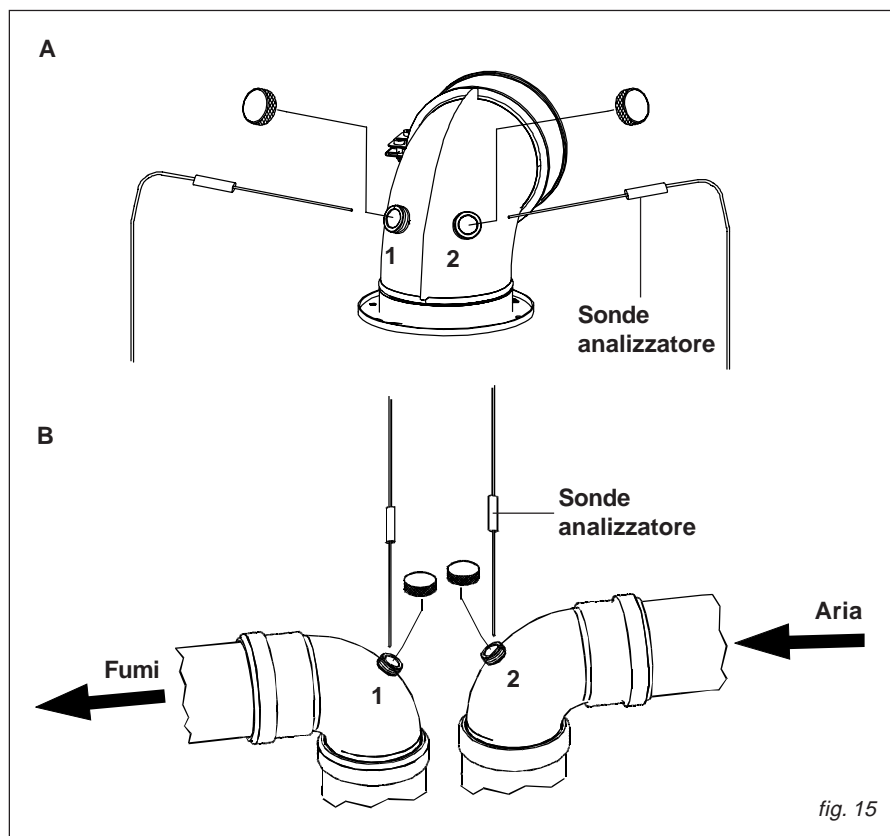

fig. 15
- misura dell'aria comburente prelevata nell'apposito foro 2 (vedi fig. 15).
- misura della temperatura fumi e della CO₂ prelevata nell'apposito foro 1 (vedi fig. 15).